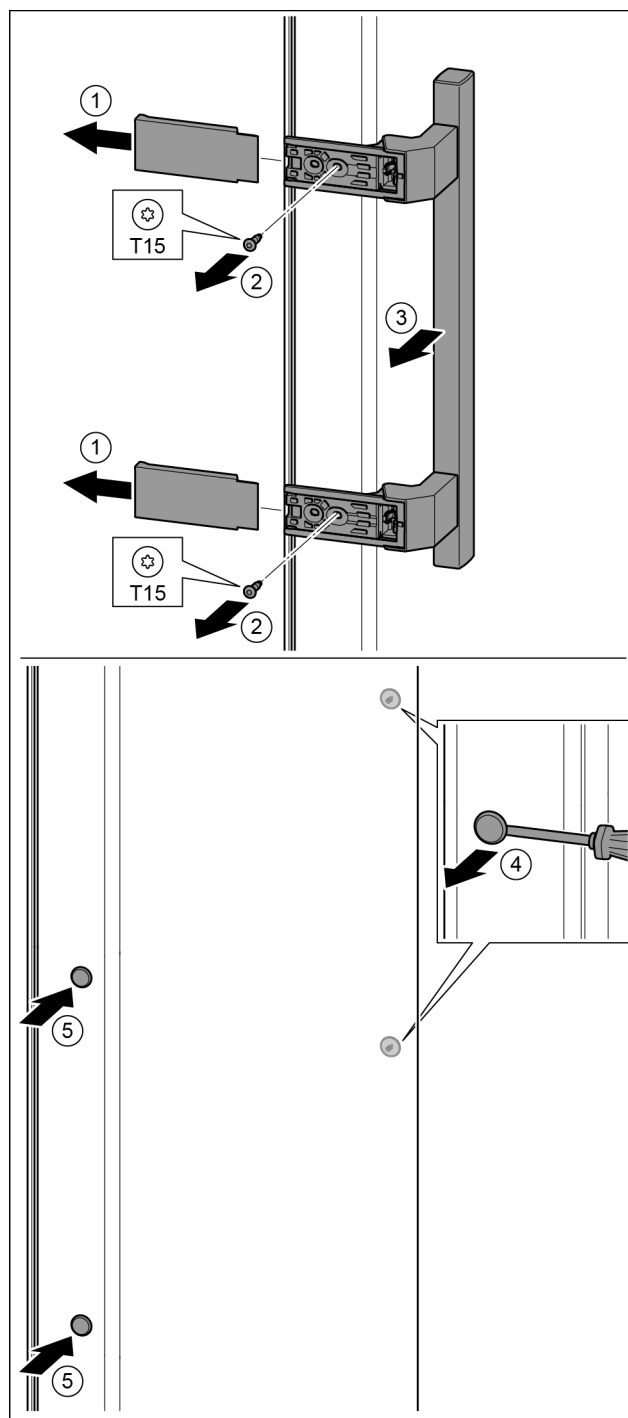

Fig. 21
- ▶ togliere la copertura. Fig. 21 (1)
- ▶ Con il cacciavite T15 svitare le viti. Fig. 21 (2)
- ▶ Togliere la maniglia. Fig. 21 (3)
- ▶ Con un cacciavite sollevare con attenzione i tappi laterali ed estrarli. Fig. 21 (4)
- ▶ Inserire nuovamente i tappi sull'altro lato. Fig. 21 (5)